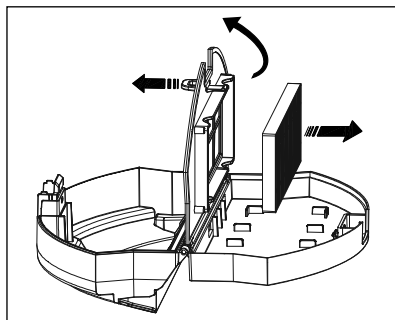

Fig. 10
- 4) Prindeți clema de pe filtrul sitei și deschideți compartimentul filtrului EPA **7**. Scoateți filtrul EPA **7** din compartiment (a se vedea fig. 10).